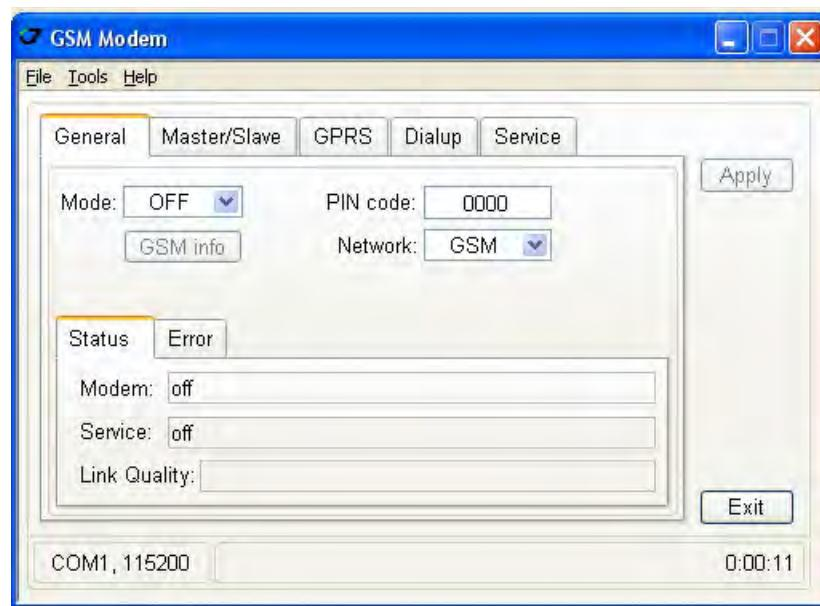

Рисунок 17. Закладка General
1. Вкладке *General* настройте следующие параметры (Табл. 10) и нажмите *Apply* (Рис. 17 на стр. 30).
2. В закладке *Master/Slave* настройте следующие параметры (Табл. 11) и нажмите *Apply* (Рис. 17 на стр. 30).